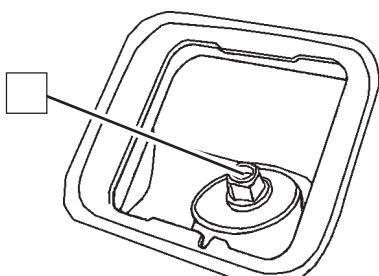

図 3-1
- 2 . ロアアームBをジャッキで下から支えながら、車両室内のカバーを取り外し、セルフロックナットを取り外してください。（図3-1）